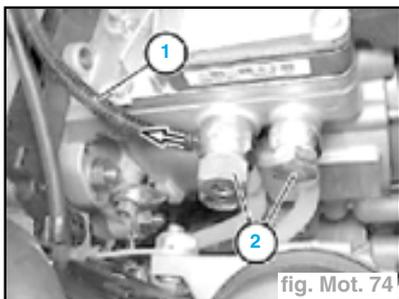

fig. Mot. 74
- Débrancher le flexible (1) d'huile de fuite (fig. Mot. 74).